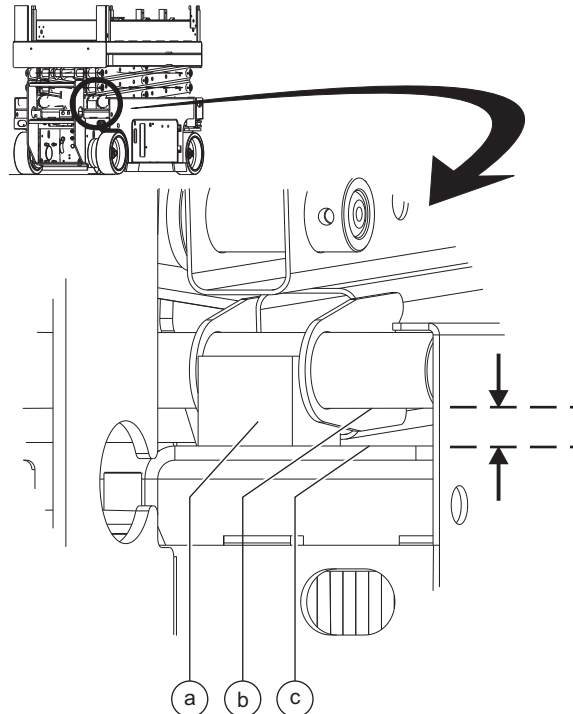

Ilustración 1
- 1 **Entre los números de serie GS3003A-60000 y GS3006A-85006 y entre los números de serie GS3005B-76000 y GS3006B-80468:** Mida la distancia entre el tubo transversal del brazo exterior número uno y la cubierta del chasis en el lado de los mandos del suelo del extremo no direccional de la máquina. Ver ilustración 1.